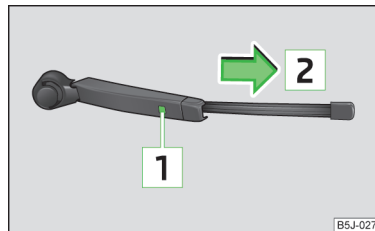

Fig. 52
- Levante el brazo de la escobilla separándolo del parabrisas » fig. 52.